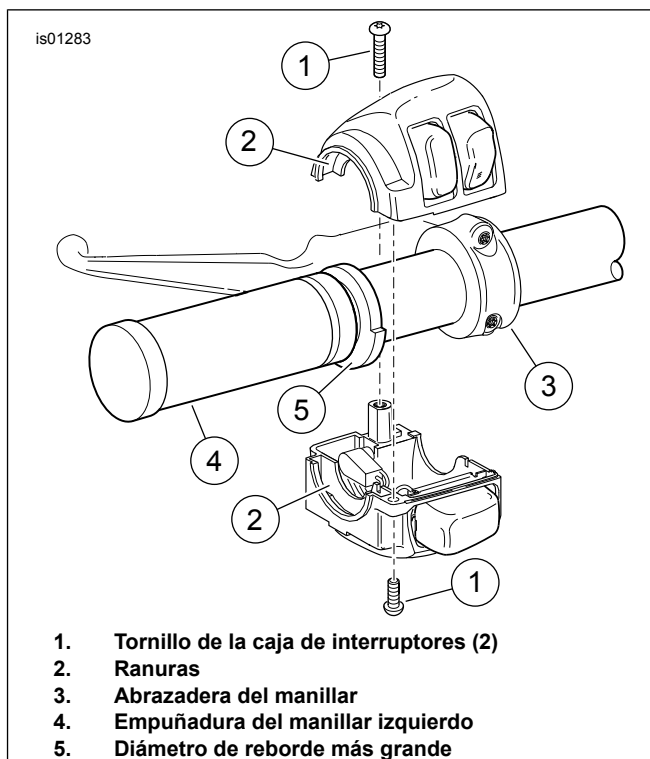

Figura 5. Caja de interruptores del manillar izquierdo
3. Vea la Figura 5. Coloque la empuñadura izquierda (4) de modo que la parte de mayor diámetro de la brida (5) quede en la parte inferior. Empuje la empuñadura completamente sobre el manillar.
4. Consulte Figura 5 , que muestra el montaje similar del interruptor izquierdo. Coloque la carcasa del interruptor inferior debajo de la empuñadura de modo que las ranuras (2) en el lado exterior de la carcasa del interruptor encajen sobre la brida en el extremo de la empuñadura.